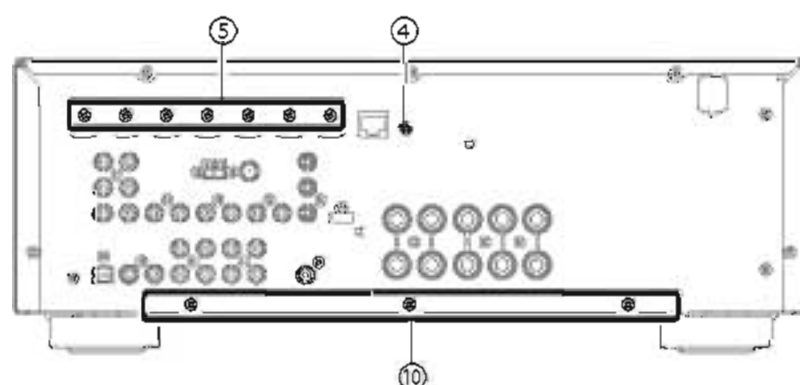

Fig. 3
- Remove 1 screw (④) and 7 screws (⑤). (Fig. 3)
- Remove 3 screws (⑩). (Fig. 3)
- ④ のネジ 1 本、⑤ のネジ 7 本を外します。 (Fig. 3)
- ⑩ のネジ 3 本を外します。 (Fig. 3)